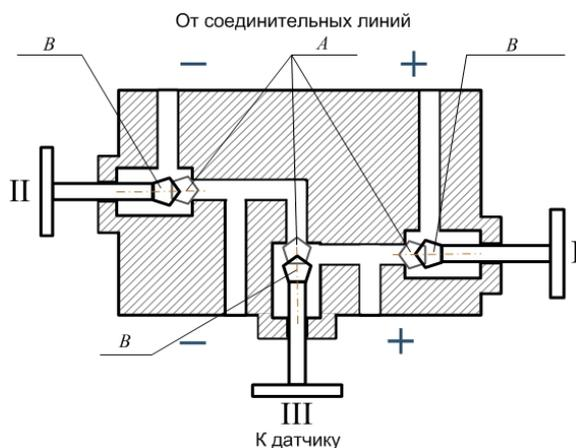

Рисунок 3 — Схема клапанного блока
2.2.11 Для исключения случаев возникновения односторонних перегрузок в процессе эксплуатации преобразователей разности давлений необходимо строго соблюдать определенную последовательность операций при включении преобразователя давления в работу при использовании клапанного блока (рисунок 3):